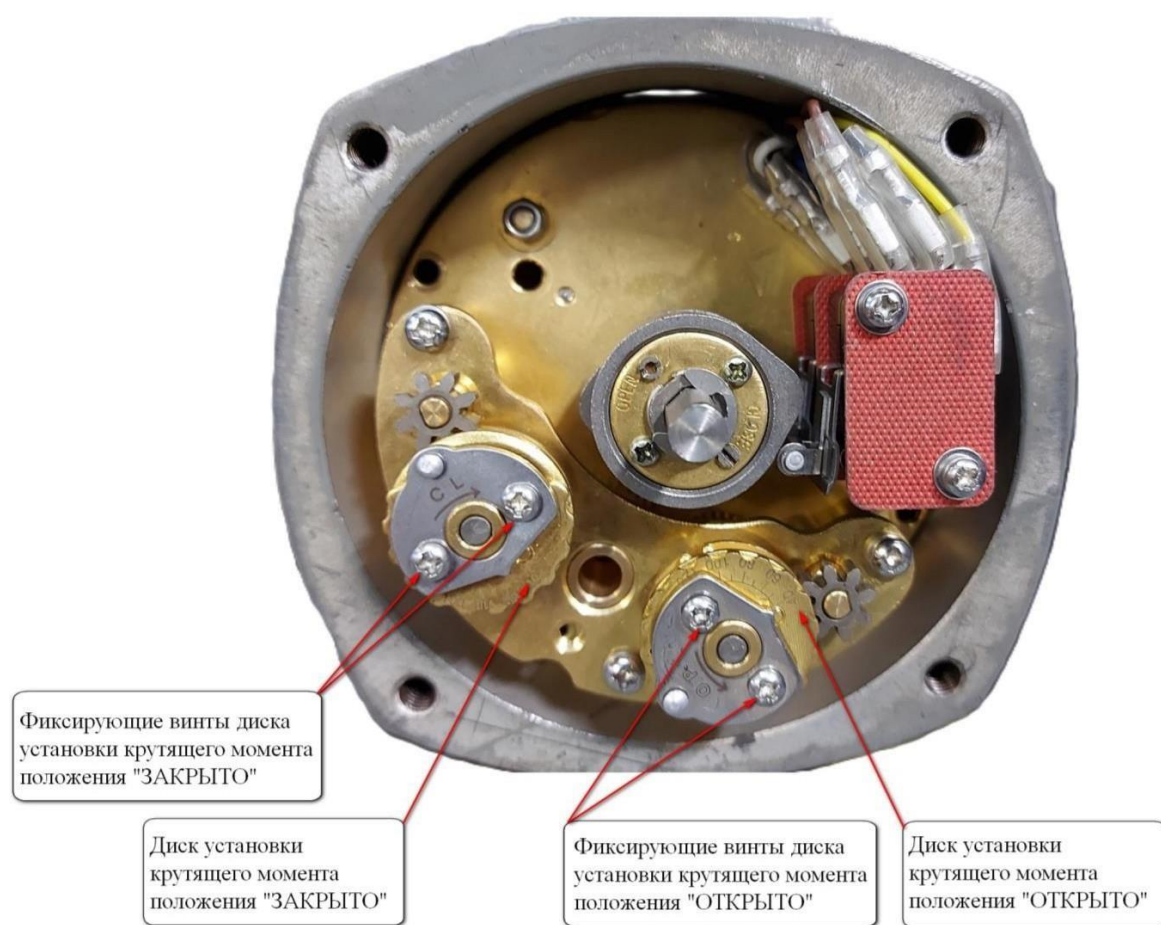

Рисунок 6. Блок механических моментных выключателей
2.4. Настройка механических моментных выключателей (муфта ограничения крутящего момента) – рис. 6